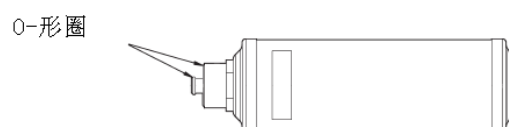

图 13
6. 检查新干燥过滤器—确保两个 O-形圈被良好润滑,并且安装位置正确。见图 13。